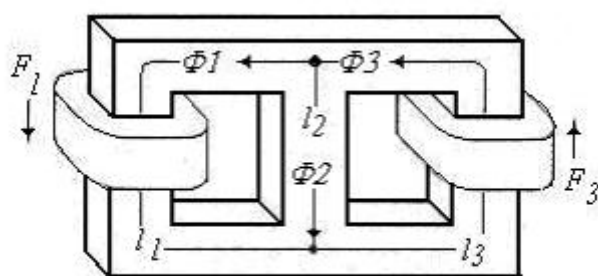

Fig. 8
9.-El circuito magnético paralelo de la Fig. 8 es de silicio-acero con la misma área de sección transversal en toda su extensión $S = 1,30 \text{ cm}^2$. Las longitudes medias son $l_1 = l_3 = 25 \text{ cm}$, $l_2 = 5 \text{ cm}$. Las bobinas tienen 50 vts. cada una. Dado que $\phi_1 = 90 \text{ } \mu\text{wb}$ y $\phi_3 = 120 \text{ } \mu\text{wb}$. Halle las corrientes de las bobinas.-